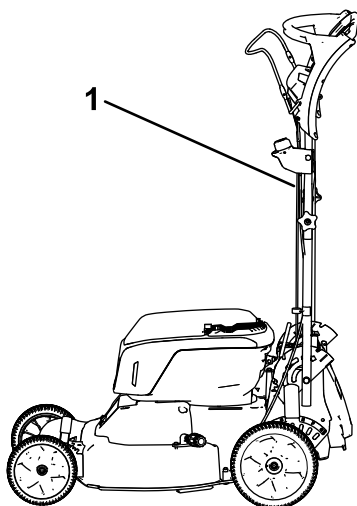

Figure 26
1. Bloquez le guidon en position verticale (Figure 26) ; voir Réglage de la hauteur du guidon (page 17).